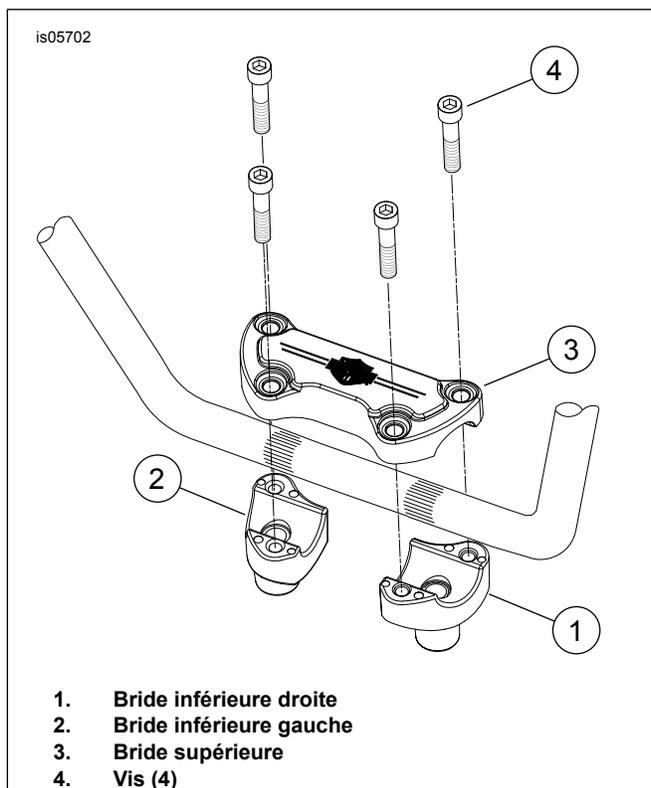

Figure 4. Orientation du support de guidon – FLSTC
- Voir Figure 4. Installer sans serrer les nouveaux supports (kit numéro 46809-09), orientés comme indiqué, sur le té de fourche supérieur en utilisant les vis, les rondelles-frein et les rondelles de série. Installer le câble de masse et la rondelle-frein à dents intérieures sur la vis de support de guidon de droite.
- Installer le capuchon de support de guidon (3) sur les supports (1 et 2) au-dessus du guidon en utilisant quatre vis (4) incluses dans le kit.